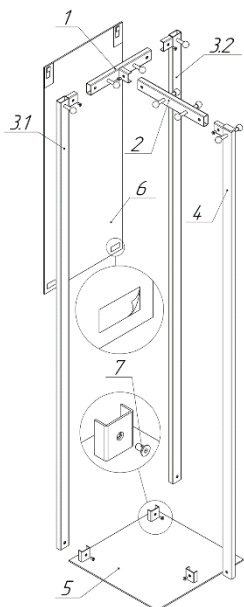
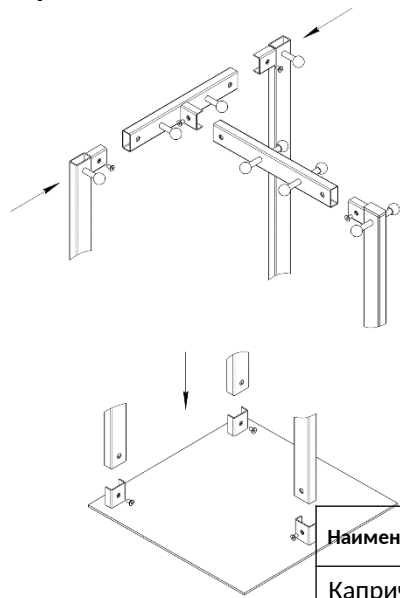

Рис.1.1
Рис.1.2
- Для сборки верхнего Т-образного элемента возьмите стяжку переднюю Т-образного элемента (1) (см. Рис.1.1), и вставьте в нее стяжку центральную Т-образного элемента (2) той стороной, где расстояние от края стяжки до первого крючка больше. **ВНИМАНИЕ!!! Если центральную стяжку вставить другой стороной (где расстояние от края стяжки до первого крючка меньше), сборка будет неверной. Крючки будут располагаться слишком близко друг к другу, воспользоваться ими будет невозможно или крайне неудобно!**
- Возьмите основание (5), положите кронштейнами вверх на ровную поверхность, насадите стойку правую (3.1) на кронштейны основания (5), наживите винтами М6х15, которые входят в комплект фурнитуры (7) (см. Рис1.2)
- Насадите стойку левую (3.2) на кронштейны основания (5), наживите винтами М6х15, которые входят в комплект фурнитуры (7) (см. Рис1.2)
- Возьмите заднюю стойку (4) и насадите их на кронштейны основания (5), наживите винтами М6х15, которые входят в комплект фурнитуры (7) (см. Рис1.2)
- Возьмите собранный Вами Т-образный элемент, разместите его между кронштейнами верхней части стоек вешалки, насадите его на кронштейны всех стоек в как показано на Рис.1.2, наживите винтом М6х15, который входит в комплект фурнитуры (7)
- Возьмите зеркало (6), снимите защитную пленку с двустороннего скотча (см.Рис.1.1), аккуратно вставьте зацепы на зеркале в стойки вешалки (3.1) и (3.2), опустите зеркало (6) на стойки, аккуратно прижмите (БЕЗ УСИЛИЯ) зеркало для плотной фиксации.